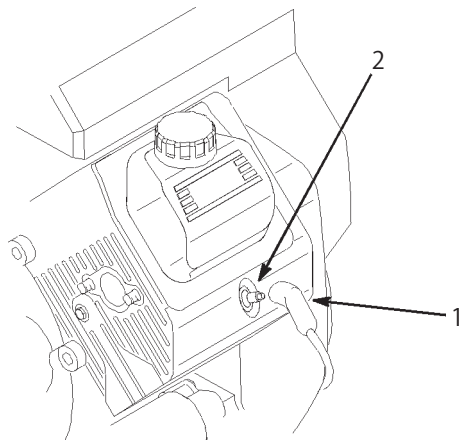

図58
3. 点火コード (図58) を抜き取る。
3. 点火コード (図58) を取り付ける。